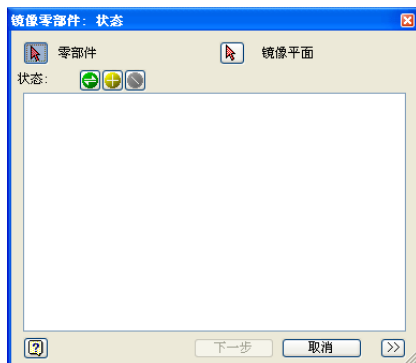

图4-4 “镜像零部件”对话框
(1) 单击【装配】标签栏【零部件】面板中的【镜像】按钮，则打开【镜像零部件】对话框如图 4-4 所示。
(2) 选择镜像平面，可以将工作平面或零件上的已有平面指定为镜像平面；
(3) 选择需要进行镜像的零部件，选择后在白色窗口中会显示已经选择的零部件。该窗口中零部件标志的前面会有各种标志，如、等，单击这些标志则改变，如单击则变成，再次单击变成等。这些符号表示了如何创建所选零部件的引用。